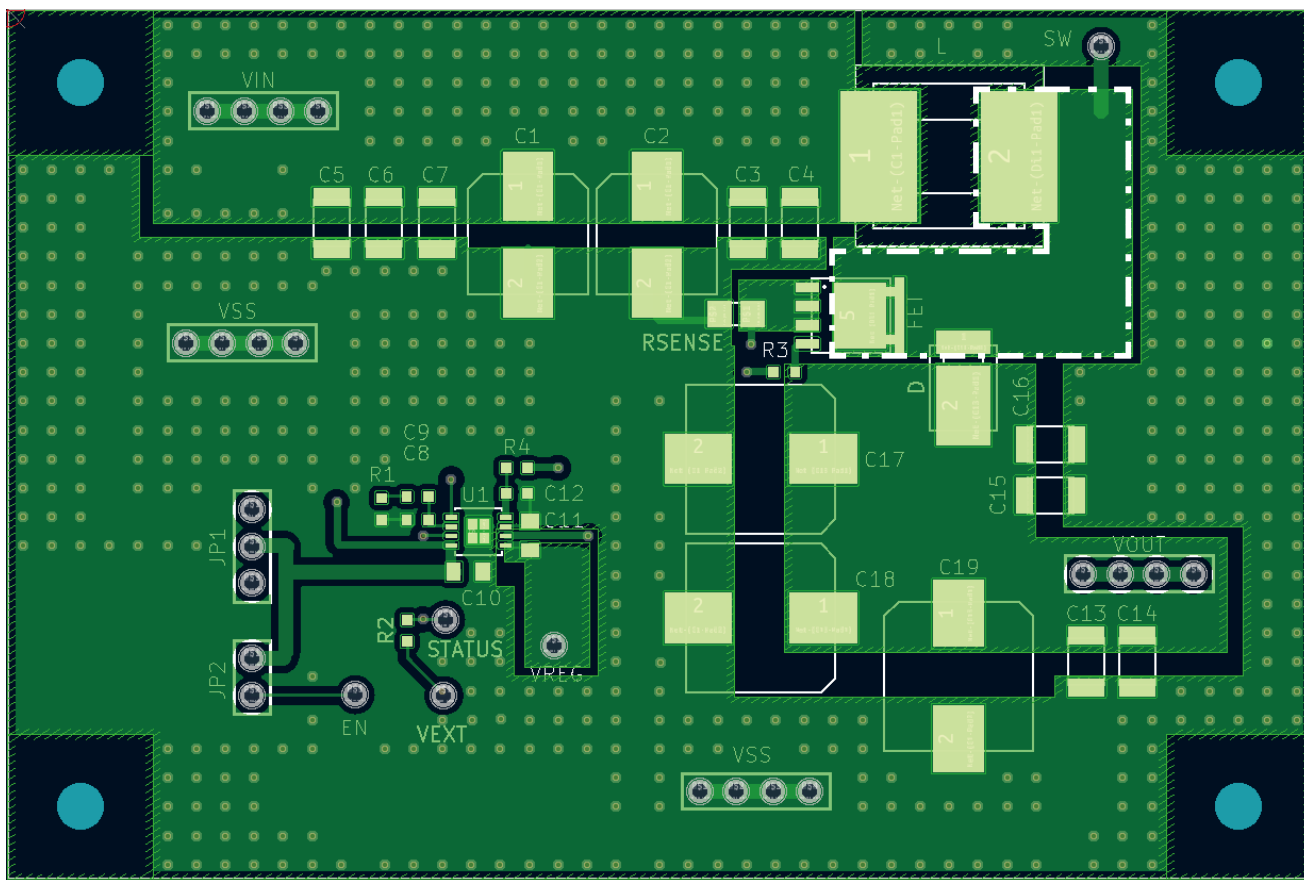

图13 参考基板格式
- 为了降低诱导性高频噪声，请尽量缩小切换节点 (SW) 的布线面积 ("图13 参考基板格式" 的点线所示区域)。